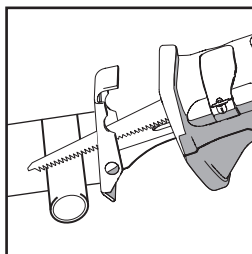

Abb. 8
- Sägen Sie langsam durch das Werkstück und lassen Sie das flexible Sägeblatt sich wie erforderlich zu biegen. **(Abb. 8).**